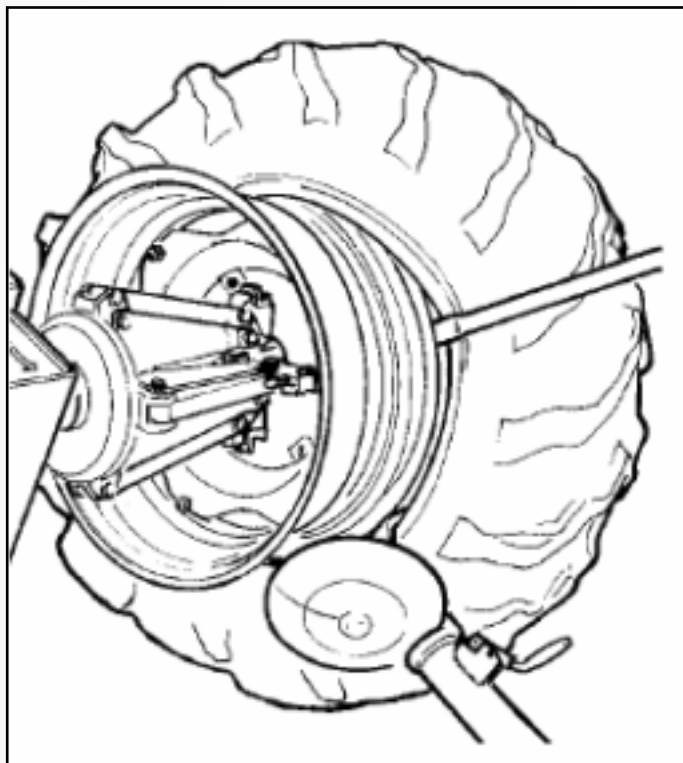

Рисунок 24
13) Вставьте рычаг между ободом и бортиком справа от съемного рычага (см. рис. 24).